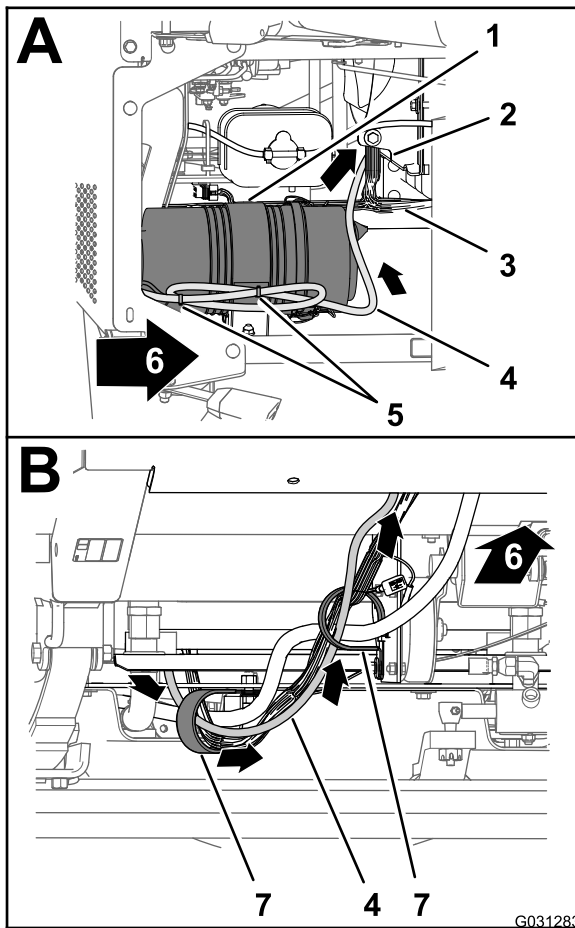

Bild 141
1. Verlegen Sie den 220-cm-Zweig des Datenkabelbaums an der rechten Seite des Motorraums nach vorne zum Luffilter für den Motor und nach unten zur rechten, unteren Ecke des Kühlers (Bild 141).
2. den 220-cm-Zweig des Datenkabelbaums nach vorne und durch die zwei R-Klemmen an der Unterseite der Maschine (Bild 141).